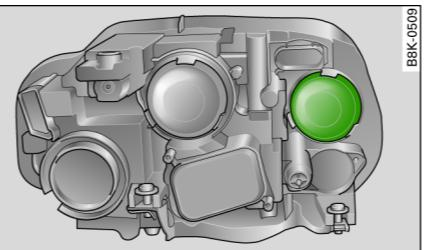

图 278 主大灯: 橡胶盖
- 取下橡胶盖 ⇒ 图 278 拧 第 243 页的 “更换灯泡”。